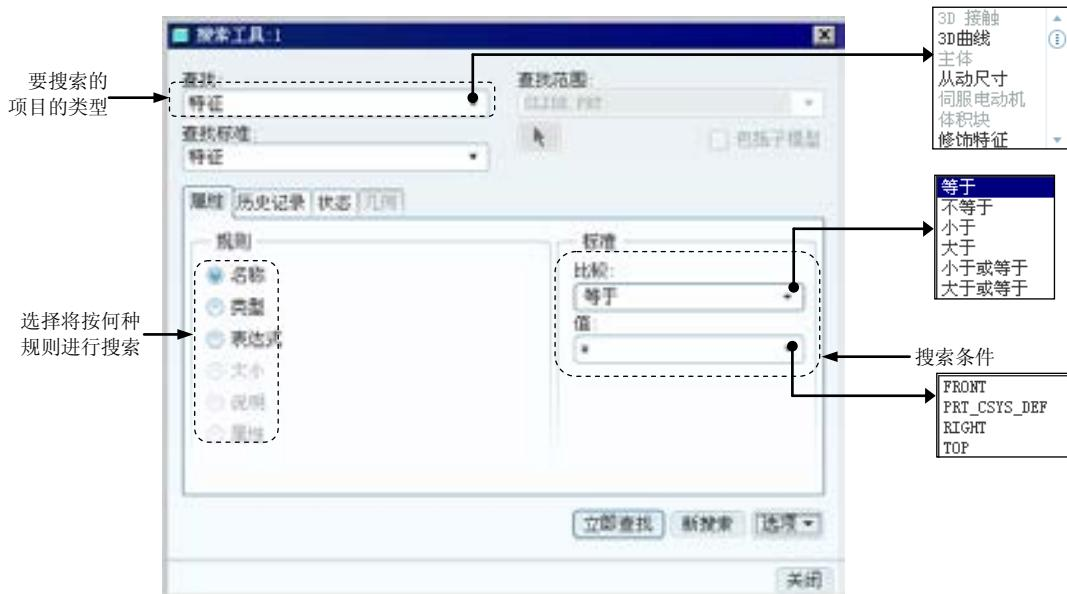

图 5.6.4 “搜索工具”对话框
按钮 [搜索] ，系统弹出图 5.6.4 所示的“搜索工具”对话框，通过该对话框可以设定某些规则来搜索模型。执行搜索后，满足搜索条件的项目将会在“模型树”窗口中加亮。如果选中了 \checkmark 加亮几何 (H) 命令，对象也会在图形区中加亮显示。